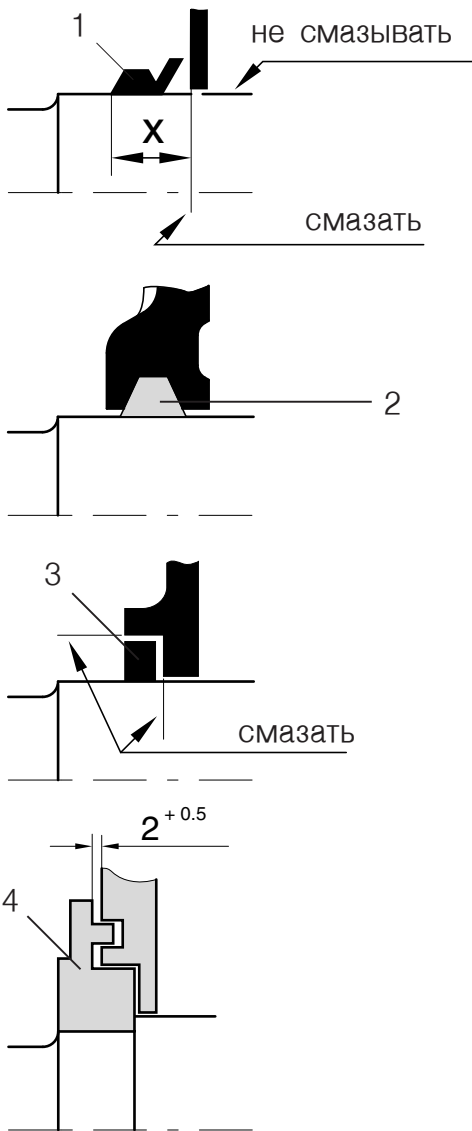

Рис.11: 1 V-образное кольцо
5.4 Уплотнители подшипников (рис. 11)
- Перед вложением фетровых колец (2) в крышку подшипника пропитать их нагретым до 80° С высоковязким маслом.